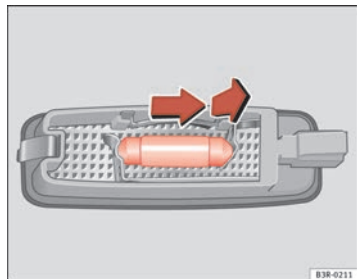

Fig. 244 Desmontaje luz del parasol
- Retire la lámpara, moviéndola en el sentido de la flecha y hacia afuera ⇒ fig. 244. ■